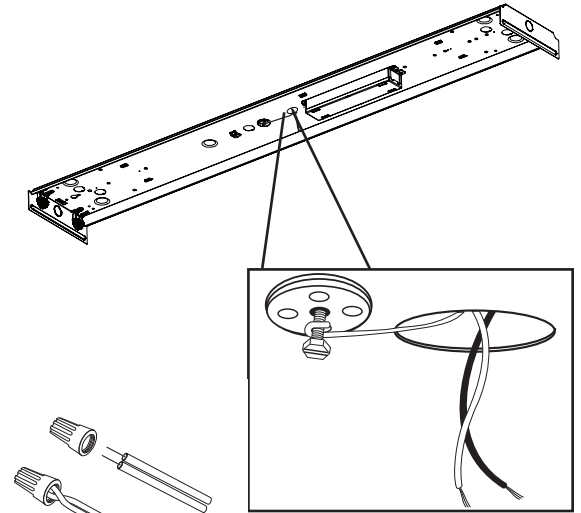

Fig. 5
**5** Connect all fixture wires to power supply wires. White to white and black to black with wire nuts (not included). Wrap ground wire (bare copper or green) around green ground screw between hex nut and housing in location provided. Fully tighten. [Caution: Use wires (cord) suitable for at least 90°C (194°F)]. To prevent risk of fire, do not use fixture on dimming circuits. **Make Certain no bare wires are exposed outside wirenuts (Fig. 5).**
Connectez tous les fils de l'appareil aux fils d'alimentation avec des serre-fils (non inclus) fils blancs avec les fils blancs et fils noirs avec les fils noirs. Enroulez le fil vert (fil de cuivre nu) autour de la vis verte de mise à la terre entre l'écrou hexagonal et la rondelle cuvette à l'endroit prévu. Serrez l'écrou. [Attention : Utiliser des fils (un cordon) adaptés à au moins 90°C (194°F)]. Pour exclure tout risque d'incendie, ne pas utiliser cet appareil d'éclairage sur des circuits à gradation. **S'assurer qu'aucun fil nu ne sort des écrous de fil (Fig. 5).**
Conecte todos los cables del accesorio a los cables de suministro eléctrico: blanco con blanco y negro con negro, usando los capuchones de alambre (no incluidos). Enrolle el cable para conexión a tierra (verde o desnudo de cobre) alrededor del tornillo verde de tierra entre la tuerca hexagonal y el alojamiento. Apriete completamente la tuerca [Advertencia: Use cables (cordón) para temperaturas de al menos 90°C (194°F)]. Para evitar el riesgo de un incendio, no use este accesorio con circuitos reguladores de intensidad. **Asegure que no queden cables sueltos o desnudos (Fig. 5).**